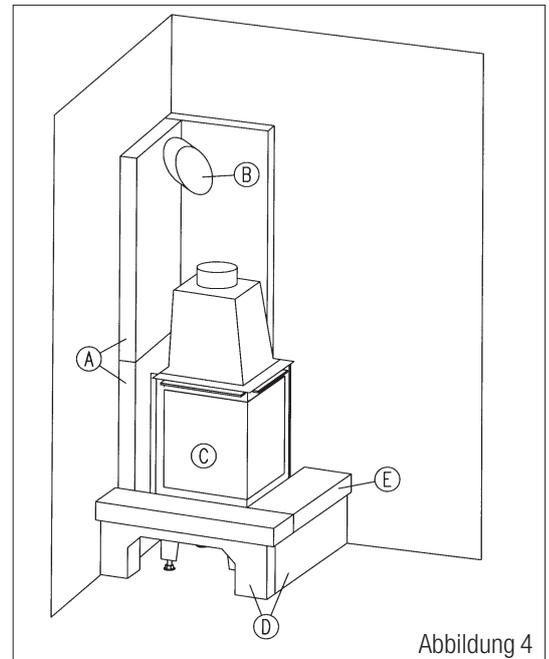

Abbildung 4
6.2 Der Radiante-Einsatz muß so gerückt werden, daß der Untersims ca. 3 - 5 mm überdeckt wird, aber noch 2 - 3 mm „Luft“ zwischen Marmor und Heizeinsatz verbleibt, so dass sich der Heizeinsatz ausdehnen kann, ohnedie Marmorteile zu beschädigen! (Abb. 4)